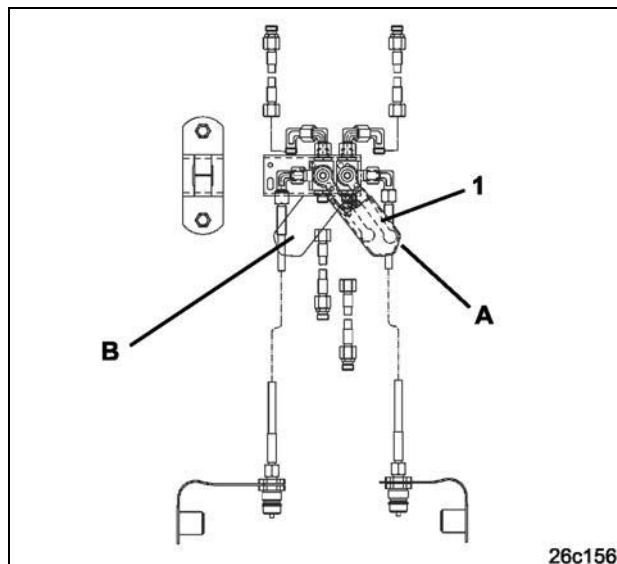

Fig. 160
- Schakelhendel (Fig. 160/1) in positie "A" zetten en de buitenste zaaiagregaten uit- of inklappen.
- Schakelhendel (Fig. 160/1) in positie "B" zetten. De te markeren zijden van de markeurs door bedienen van het regelventiel wisselen.